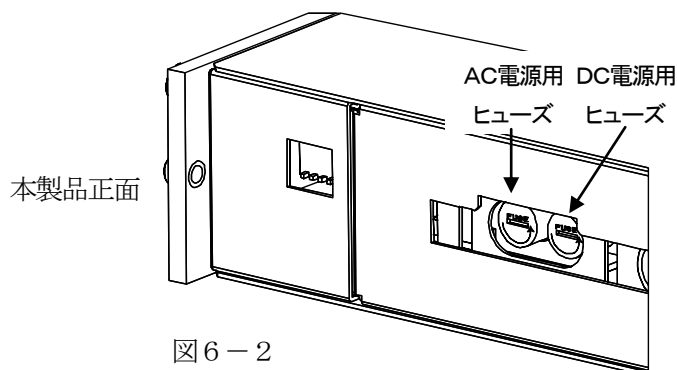
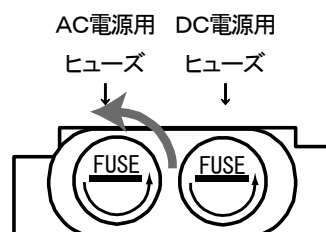

図6-2
図6-3
2. 図6-2のように、本製品正面を左手方向、底面を手前方向、背面を右手方向に置きます。
3. マイナスドライバを使用し、ヒューズホルダに記載されている矢印方向(図6-3参照:左90°)に回転させるとヒューズホルダが手前にでてきます。
7. 図6-2のように、ヒューズホルダが本製品内部に完全に収まっていることを確認してください。また、図6-3のようにヒューズホルダのマイナス部分(ドライバ差込箇所)が本体と平行の位置になっていることを確認してください。